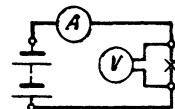

Abb. 7. Widerstandsbestimmung einer Glühlampe im warmen Zustande.
49. Um den Widerstand einer hochkerzigen Metalldrahtlampe im warmen Zustand zu messen, wurde ein Spannungsmesser V an die Klemmen der Lampe angelegt, ein Strommesser A in den Lampenstromkreis geschaltet, wie Abb. 7 zeigt, und dabei gemessen: $U_L = 110$ [220] V, $J = 1,82$ [7,28] A. Wie groß ist demnach der Widerstand der leuchtenden Lampe?